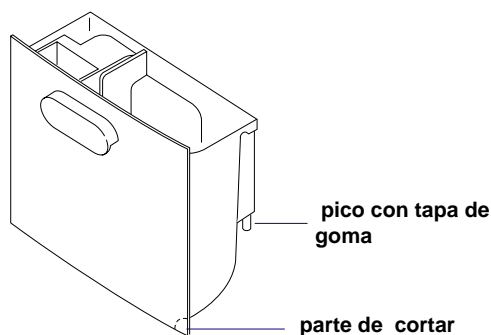

Fig. 1
- 1) En el depósito del aparato hay una parte más sutil que tiene que ser cortada para el pasaje del tubo (fig.1)
- 2) Sacar la tapa de goma del pico (fig.1).